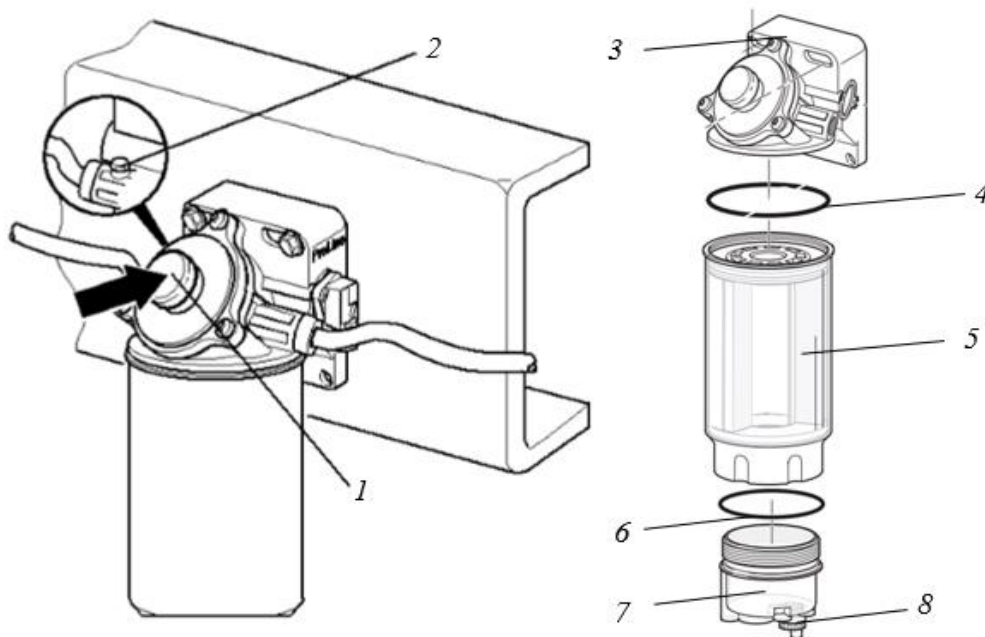

Рисунок 3.50 Фильтр предварительной очистки топлива PRELINE 270
- ▶ Открыть резьбовую пробку 8, одновременно ослабить резьбовую пробку для удаления воздуха 2 рис. 3.50.
- ▶ Отвернуть водосборник 7 рис. 3.50.